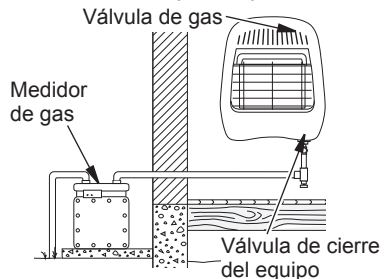

Figura 17 - Suministro de gas natural
3. Revise todas las uniones desde el medidor de gas, tanto para suministro de gas natural o propano/LP, hasta la válvula de cierre del equipo (consulte la figura 17 o 18). Aplique en todas las uniones algún líquido de detección de fugas que no sea corrosivo. La formación de burbujas indicará una fuga.
4. Revise todas las uniones entre la válvula de cierre del equipo y válvula de gas del termostato (consulte la figura 17 o 18, en la página 50).